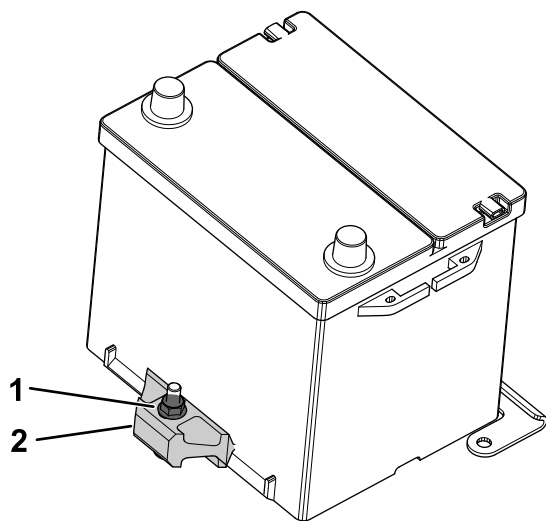

Figura 75
2. Afloje la contratuerca que fija la pletina de sujeción de la batería y retire la batería de la bandeja (Figura 75)
1. Coloque la batería sobre la bandeja y fíjela a la pletina de sujeción apretando la contratuerca (Figura 75).